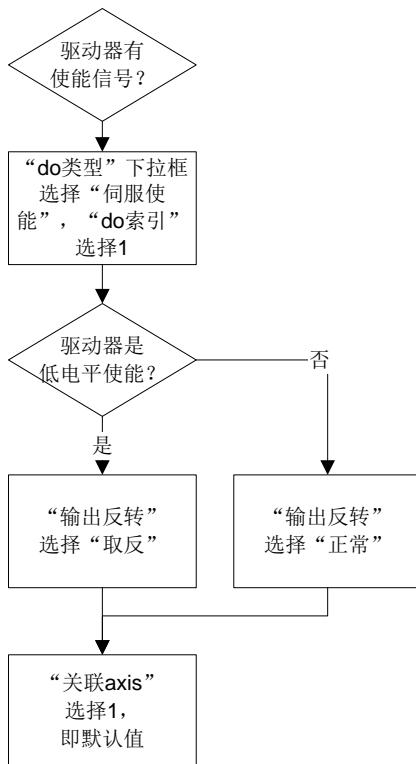

图 4-35 闭环模式下 do 配置流程
- (8) 切换至'di'页。调用 **GT\_GetDi** 指令读取某一个输入开关的值时, 0 表示输入低电平, 1 表示输入高电平, 一般情况下按默认值配置即可。
- (9) 切换至'do'页, 如图 4-35 所示。